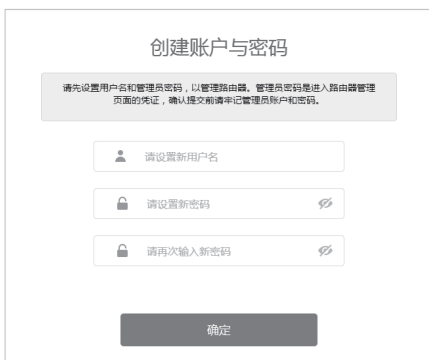

图6-2 用户首次登陆
2. 首次登录时, 需自行设置管理员账号, 依次输入用户名及密码, 点击确认, 如图6-2所示。后续登录时, 使用该账号进入配置界面。